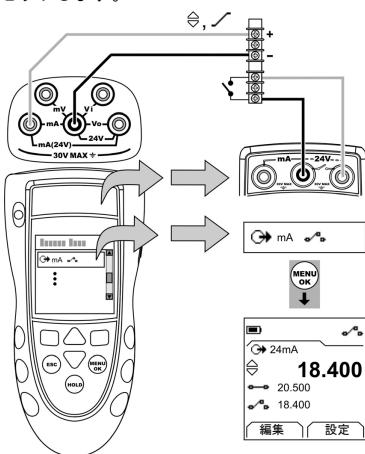

図5：構成例- スイッチ テスト
1. 本計器を接続し(図 5)、必要に応じて セット アップ(表 1)を行います。